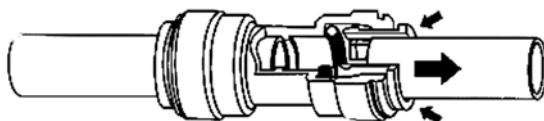

Рис. 4
4. Вытяните трубку, удерживая кольцо нажатым (**рис. 4**).